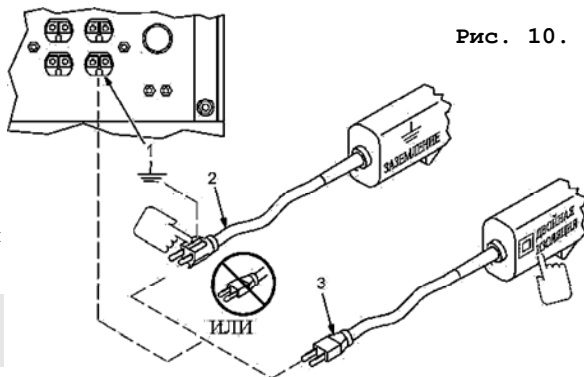

Рис. 10.
10.3.5. Подключаемые потребители должны иметь (рис. 10):